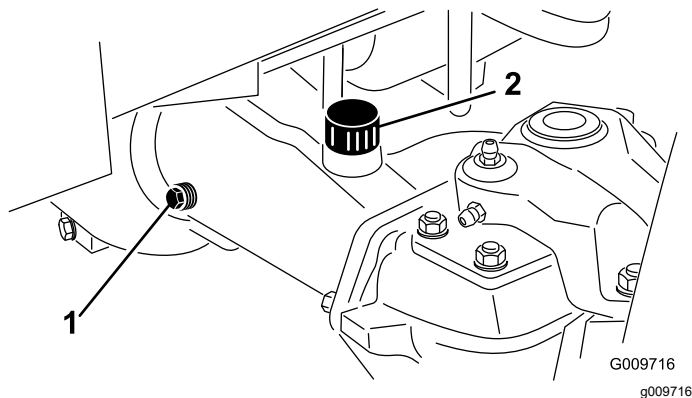

図 57
2. アクスルの一方の端部から点検用プラグを抜き、穴の高さまで潤滑油があることを確認する図 57。